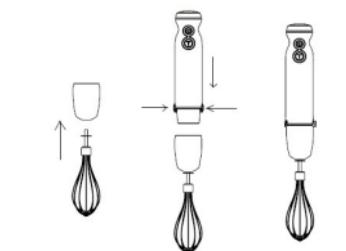

Рис. 2
- Насадка-венчик (7) используется только для взбивания яичного белка, приготовления лёгкого теста или для перемешивания готовых десертов.
- Перед установкой насадки-венчика (7) убедитесь в том, что вилка шнура питания не вставлена в электрическую розетку.
- Вставьте насадку-венчик (7) в редуктор венчика (6).
- Вставьте редуктор венчика (6) в моторный блок до срабатывания фиксаторов (2), убедитесь в надёжной фиксации редуктора (6) и венчика (7) (рис. 2).
- Опустите насадку-венчик (7) в подходящую ёмкость, в которую Вы поместили продукты.
- Для включения нажмите и удерживайте кнопку (4) «».
- При нажатии и удержании кнопки (4) «» Вы можете регулировать скорость вращения насадки-венчика поворотом регулятора (5).
- Для работы в режиме максимальной скорости нажмите и удерживайте кнопку (3) «T».